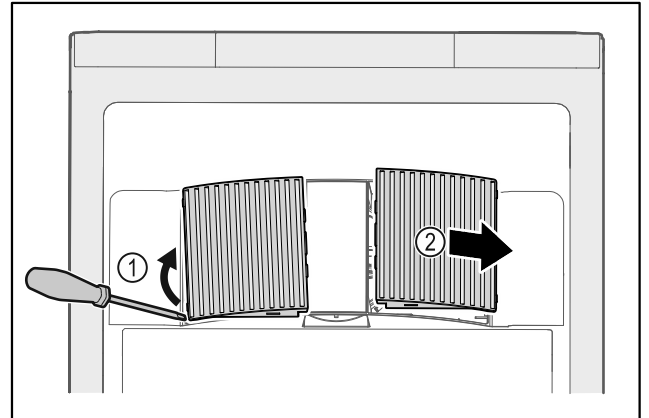

Fig. 125
- ▶ Extraire par un mouvement de levier les caches latéraux Fig. 125 (1) vers l'avant Fig. 125 (2).